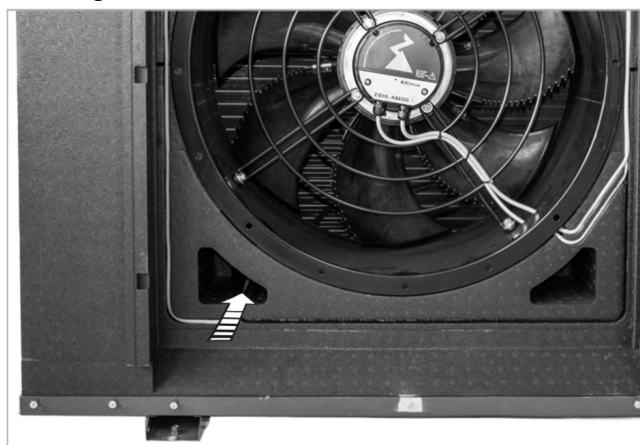
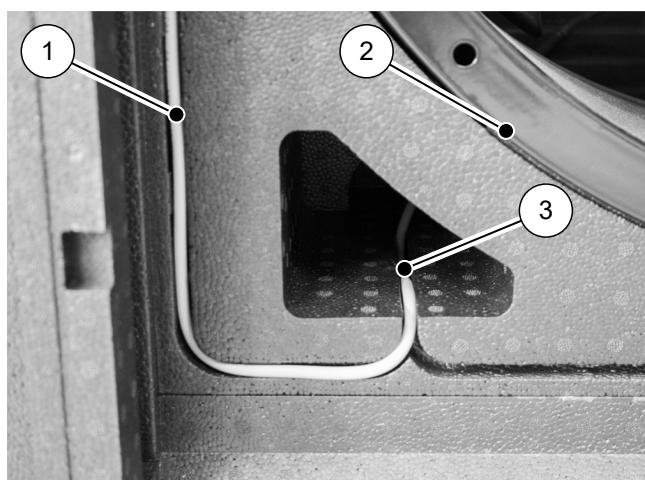

Abb. 26: Überblick SolvisPia und Position der Kabeldurchführung der Kondensatablaufheizung (Frontalansicht)
Abb. 28: Kanal zur Durchführung der Zuleitung der Kondensatablaufheizung unterhalb des Ventilators (Frontalansicht)
2. Mit einem Bohrer, Vorstecher oder spitzen Schraubendreher in der EPP-Isolierung unterhalb des Ventilators einen kleinen Kanal zur Leitungsdurchführung herstellen (für die exakte Position siehe → *Abb. 26* sowie *Abb. 28*).